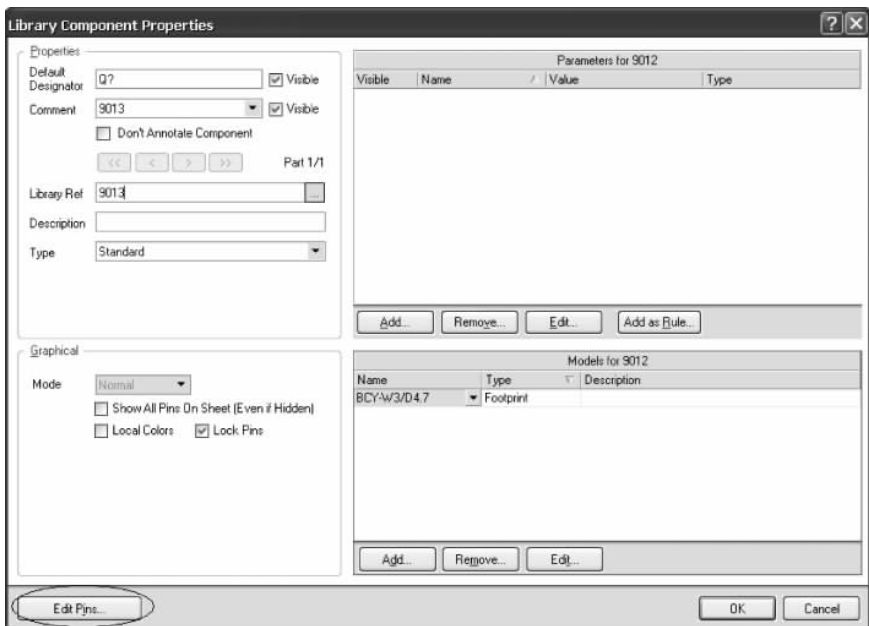
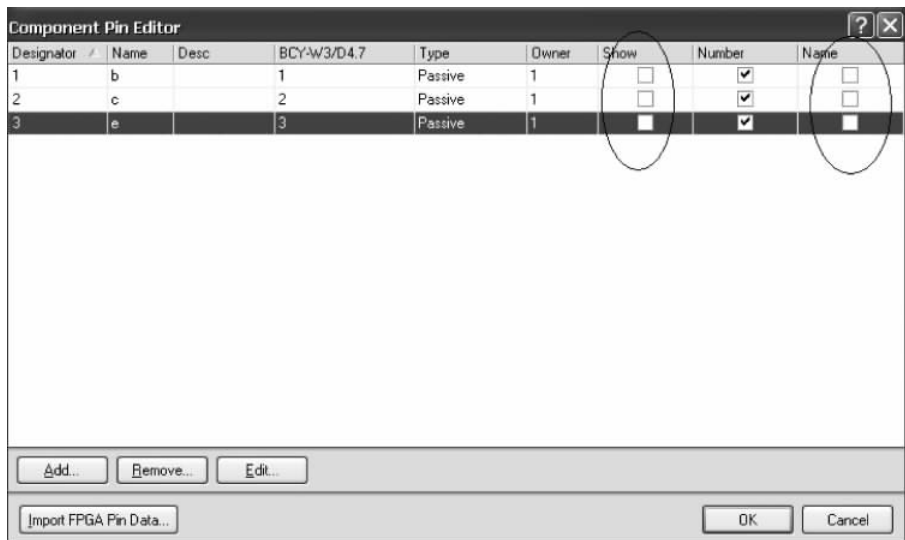

图 3-17 元器件属性编辑对话框
图 3-18 编辑引脚属性对话框
(5) 单击 SCH Library 管理面板(如图所示 3-6)的 **Edit** 按钮,弹出如图 3-17 所示元器件属性编辑对话框。单击该对话框左下角的 **Edit Pins...** 按钮,弹出如图 3-18 所示引脚属性编辑对话框。在 Show、Name 下的复选框中把 ☒ 去掉,原理图符号上将显示不出引脚号与引脚名。